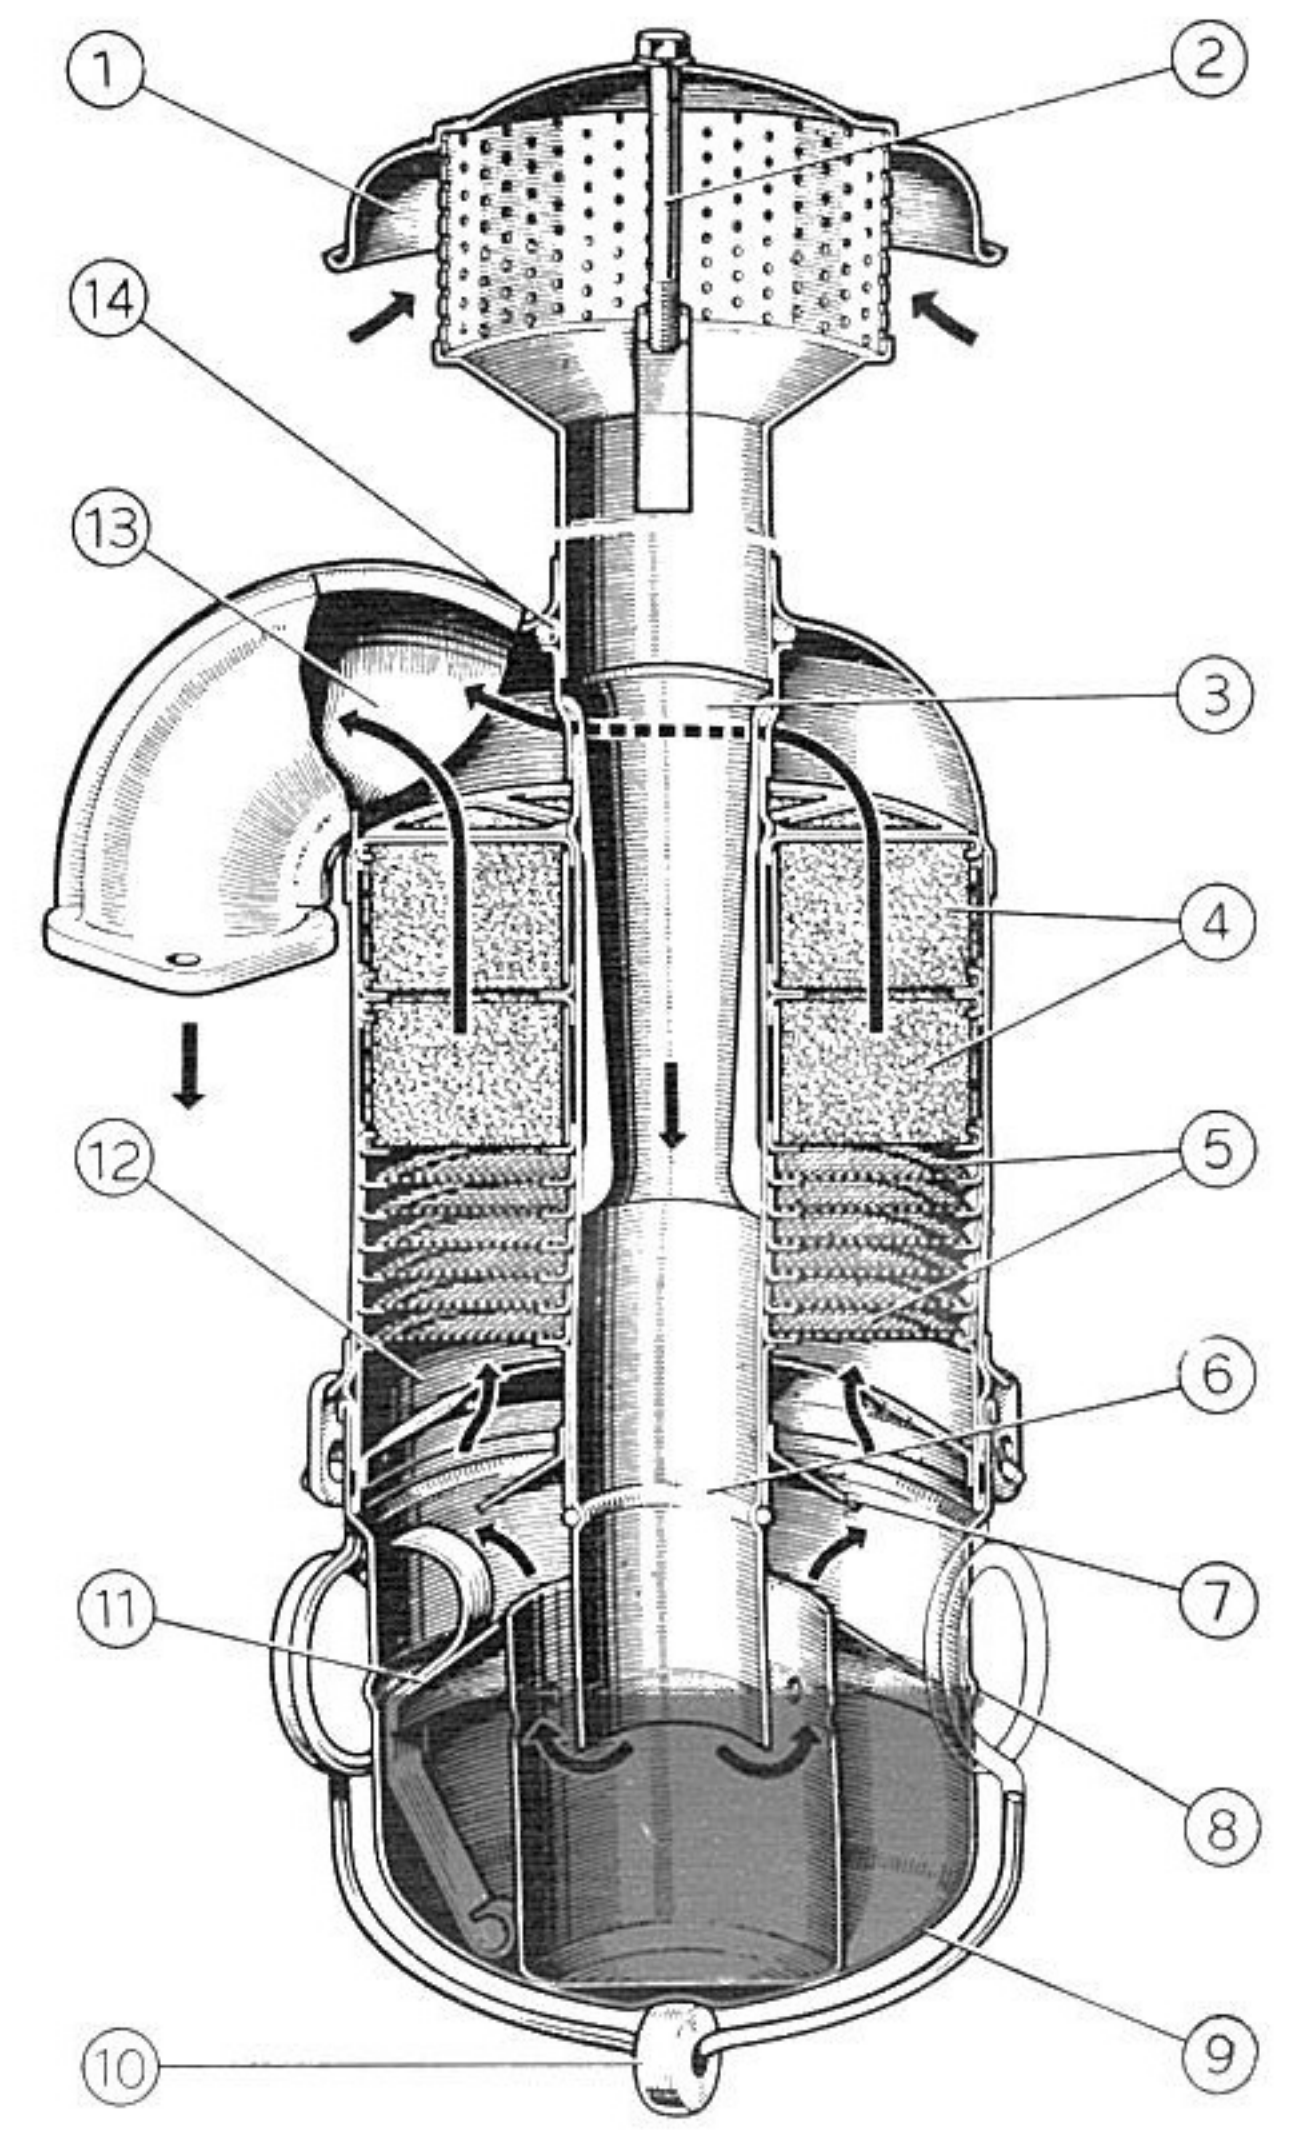

Fig. 22. - Coupe du filtre à air.
a) **Toutes les 20 heures de travail:** ôter la cuve en ouvrant le ressort de fixation (10, fig. 22), vérifier le niveau de l'huile et, si cela est nécessaire, le parfaire en employant la même huile du moteur.